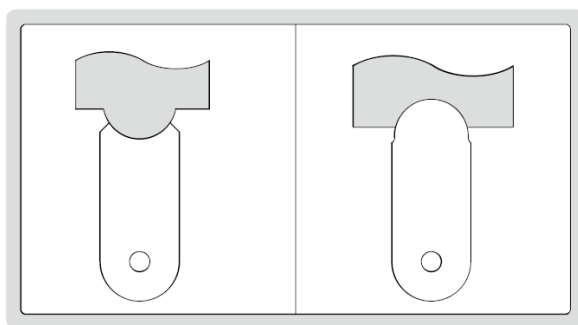

рис. 1
- Метод с фиксированным значением: когда известен размер радиуса криволинейной поверхности заготовки, для тестирования выбирается шаблон с соответствующим размером радиуса (см. рисунок 1).